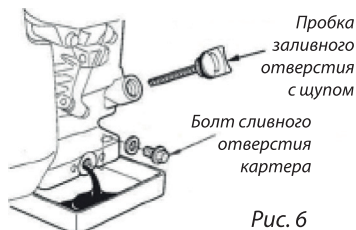

Рис. 6
**Заправка и проверка маслом двигателя** (Рис. 6).